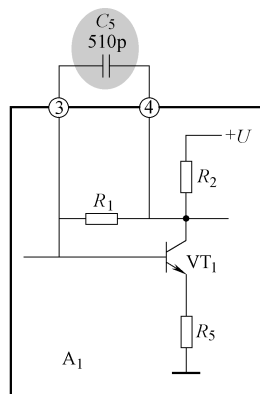

图 13-20 示意图
在集成电路  $A_1$  的③脚和④脚之间接入一只小电容  $C_5$  (几百皮法), 这是用来消除可能出现的高频自激的高频消振电容, 这种作用的电容在集成电路音频功率放大器和其他音频放大器集成电路中比较常见, 这里用如图 13-20 所示电路说明这一电容的工作原理。